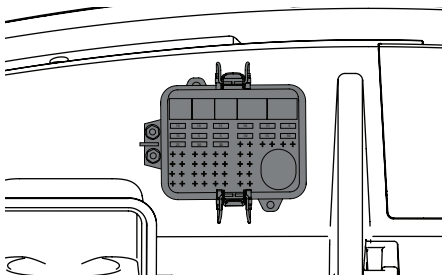

Figure 33
2. Open the mini fuse box cover (Figure 33).